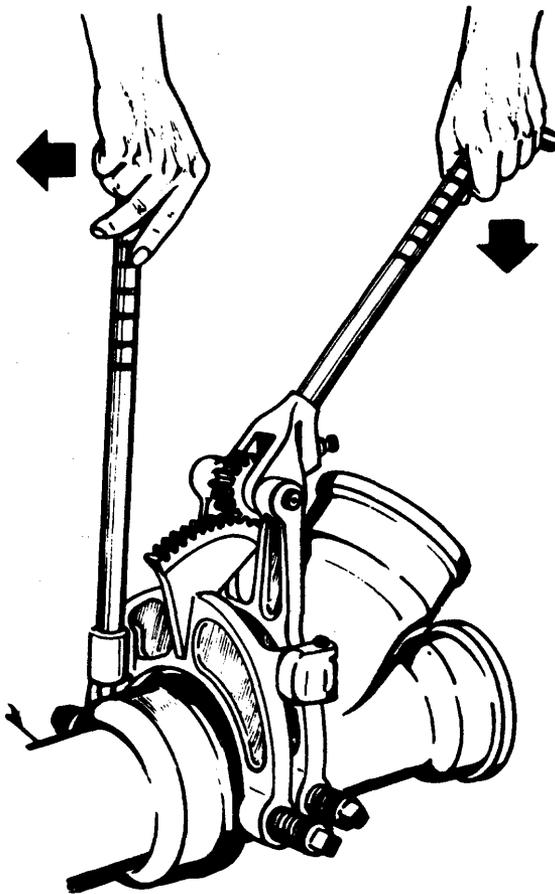

Fig. 13
b) Haga entrar la espiga en la campana, moviendo alternativamente la palanca del ratchet, y sujetando la palanca fija. (Fig. 13).